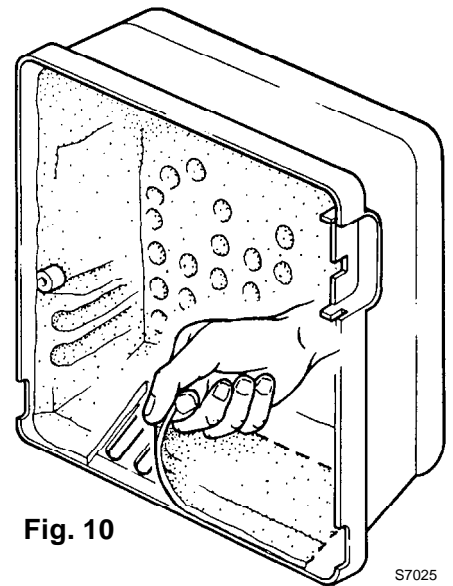

Fig. 10
- C** Om een optimale werking te bekomen van het model BS4D type 918T1, en bij een vermogen van 220 ÷ 246 kW, moet de vooruitgesneden acoustische isolatie verwijderd worden om bijkomende luchtopeningen vrij te maken (zie fig. 10).